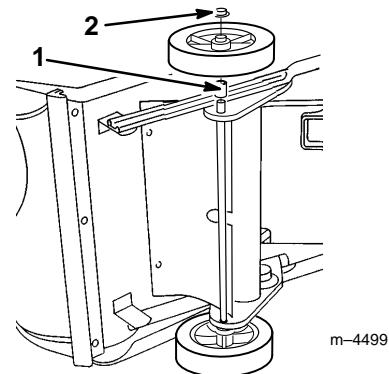

Abbildung 3
1. Die Schneefräse auf die linke Seite drehen und einen Holzklotz unter das linke Achsenende legen (Abb. 3).
2. Das **kurze** Abstandsstück und ein Rad auf das rechte Achsenende schieben (Abb. 3).
3. Eine Druckmutter auf das Ende der Achse schieben (Abb. 3).